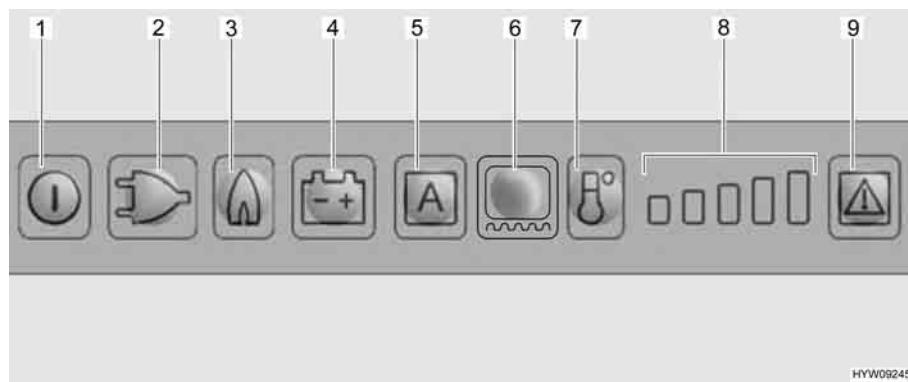

Fig. 145 Elementi di comando del frigorifero
Contemporaneamente si inserisce l'accenditore elettronico. Se la fiamma del gas si spegne, p. es. a causa di un colpo di vento, l'accenditore viene subito azionato riaccendendo il gas. In caso di guasto del funzionamento a gas, i tasti luminosi relativi a gas (Fig. 145,3) e guasto (Fig. 145,9) lampeggiano e viene emesso un segnale acustico per 20 secondi.
Dopo l'accensione il frigorifero seleziona automaticamente la regolazione intermedia del termostato. Questa regolazione può essere modificata manualmente tramite il tasto di selezione del livello di temperatura (Fig. 145,7). Le spie di controllo (Fig. 145,8) indicano la temperatura selezionata sul termostato. Il tasto di selezione del livello di temperatura permette di regolare la temperatura di refrigerazione per tutti e tre i tipi di energia. Ci vogliono alcune ore prima che il frigorifero raggiunga la temperatura normale di esercizio. Cambiando la modalità di funzionamento la regolazione del termostato non viene modificata. La temperatura di refrigerazione è indipendente dal tipo di energia utilizzata.
- Accendere il riscaldamento del telaio per 2 ore: Premere una volta il tasto luminoso per il riscaldamento del telaio (Fig. 145,6). Sull'indicazione dei gradi di temperatura (Fig. 145,8) si accende una barra.
- Accendere il riscaldamento del telaio per 5 ore: Premere due volte il tasto luminoso per il riscaldamento del telaio (Fig. 145,6). Sull'indicazione dei gradi di temperatura (Fig. 145,8) si accendono due barre.
- Regolazione del riscaldamento del telaio ad esercizio continuo: Premere tre volte il tasto luminoso per il riscaldamento del telaio (Fig. 145,6). Sull'indicazione dei gradi di temperatura (Fig. 145,8) si accendono tre barre.
L'indicazione dei gradi di temperatura (Fig. 145,8) indica per alcuni secondi la durata di esercizio del riscaldamento del telaio.
Nel caso di temperature esterne ed umidità dell'aria elevate è possibile che si formino gocce d'acqua sul telaio in metallo del vano congelatore. Per questo motivo il frigorifero è dotato di un riscaldamento del telaio per il vano congelatore. Nel caso di temperature e umidità dell'aria elevate, accendere il riscaldamento del telaio con il tasto luminoso per il riscaldamento del telaio (Fig. 145,6). È possibile così evitare fenomeni di corrosione. Quando il riscaldamento del telaio è acceso, si accende il tasto luminoso (Fig. 145,6).
- Premere il tasto On/Off (Fig. 145,1) per circa 2 secondi. Il frigorifero si accende e viene visualizzato l'ultimo tipo di energia impostato, oppure "AES".
- Impostare la temperatura di refrigerazione con il tasto di selezione del livello di temperatura (Fig. 145,7). Le spie di controllo (Fig. 145,8) indicano la temperatura selezionata sul termostato.
- Premere il tasto On/Off (Fig. 145,1) per circa 2 secondi. Il frigorifero si spegne e le indicazioni smettono di lampeggiare.